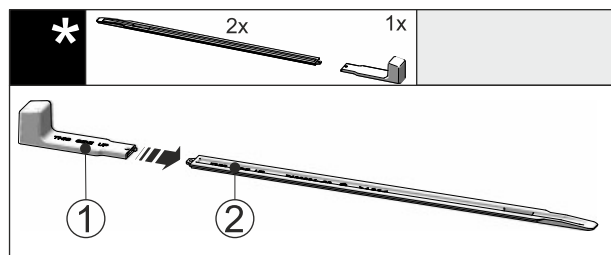

Fig. 46
- ▶ Atașați mânerul de montare Fig. 46 (1) la șina de nivelare Fig. 46 (2).